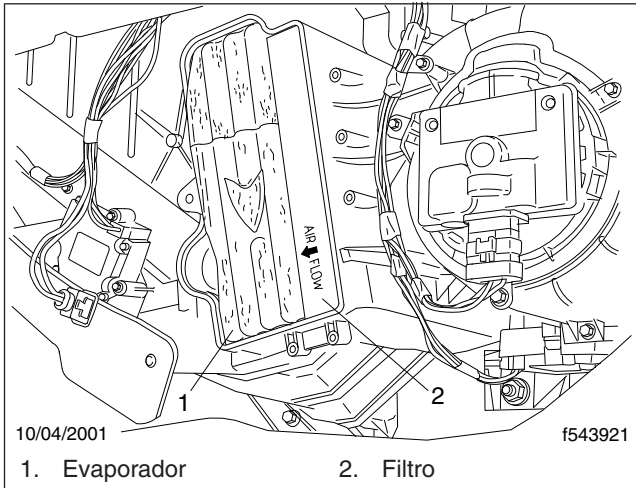

Figura 1, Filtro del ensamble del HVAC
6. Instale un nuevo filtro en el ensamble del HVAC. Asegúrese de que la flecha en el filtro esté apuntando hacia el evaporador. Vea la **Figura 1**.